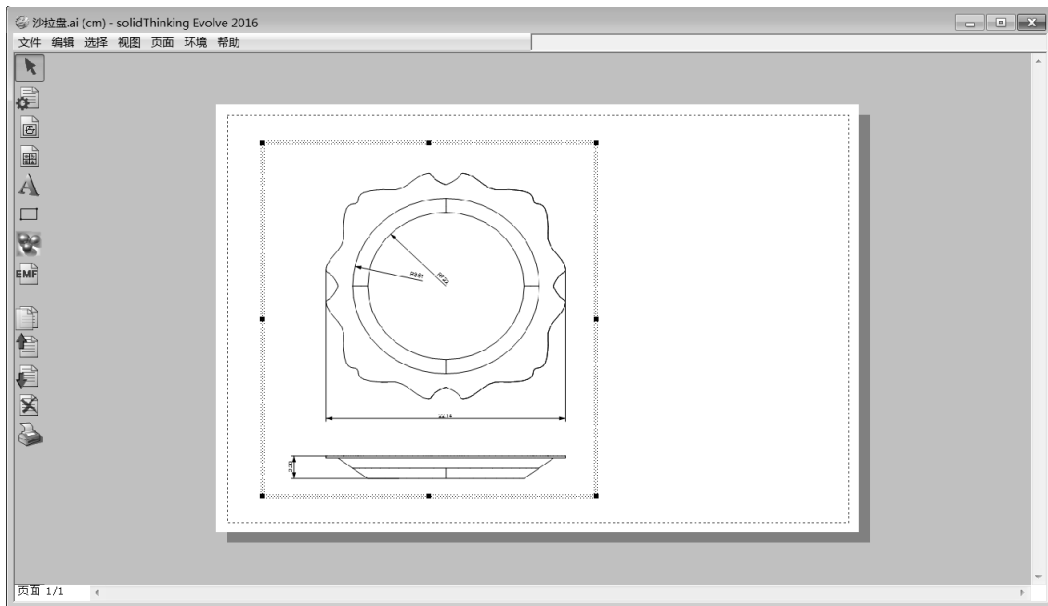

图 5-170 沙拉盘的尺寸图
10) 单击“确定”按钮返回“多视图”对话框。单击“多视图”对话框中的“确定”按钮, 此时制图环境的工作区域里出现沙拉盘的尺寸图, 可以将其移至合适的位置, 如图 5-170 所示。